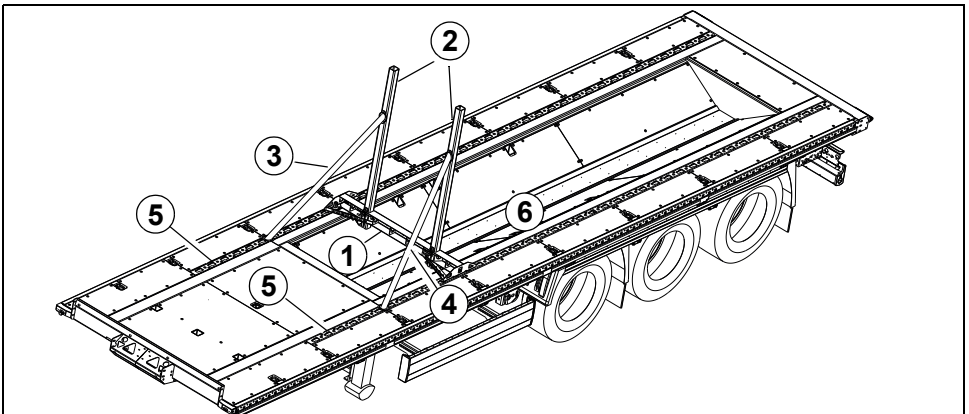

Figura 1 Vario Coil System - Vista general
- 1 Colocar soportes transversales (Figura 1/1) entre los rieles modulares.